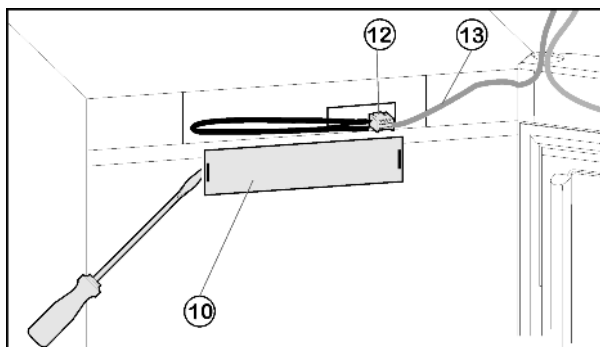

Fig. 4
- ▶ Снимите переднюю накладку Fig. 4 (10) с помощью плоской отвёртки.
- ▶ Снимите контакт и извлеките разъем Fig. 4 (12).
- ▶ Высвободите из направляющей серый кабель Fig. 4 (13).
- ▶ Снова установите разъем *Fig. 4 (12)*.
- ▶ Снова установите крышку *Fig. 4 (10)*.